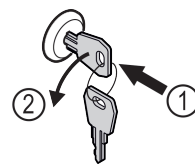

Fig. 205
- Schlüssel hineindrücken. Fig. 205 (1)
- Schlüssel um 90° gegen den Uhrzeigersinn drehen. Fig. 205 (2)